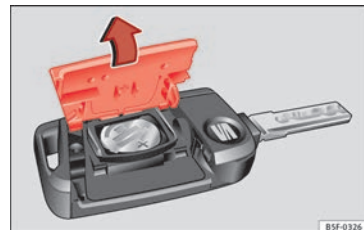

Fig. 133 Clé du véhicule : ouvrez le cache du logement des piles.
- Retirez le couvercle de la partie arrière de la clé du véhicule » fig. 133 dans le sens de la flèche » ❶.
- Placez le couvercle comme indiqué » fig. 133, et appuyez-le sur le boîtier de la clé du véhicule dans le sens contraire de la flèche jusqu'à ce qu'il s'encastre.
❶ ATTENTION